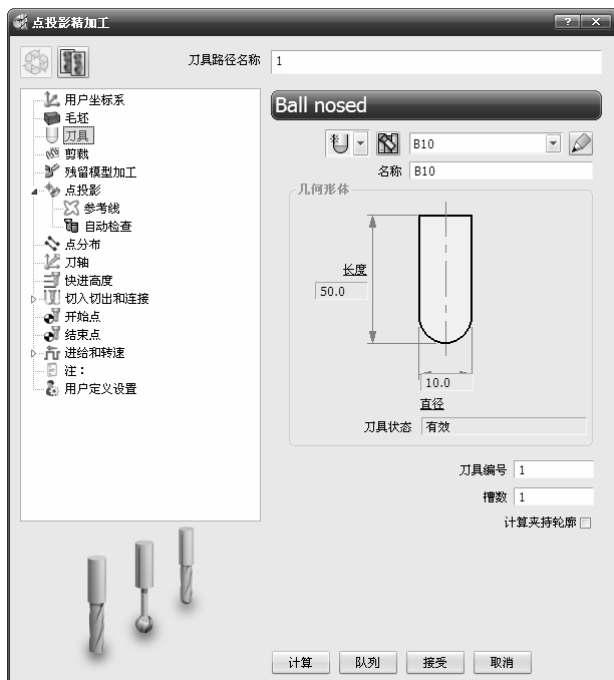

图 2-233 “点投影精加工”对话框
4) 单击主工具栏上的“刀具路径策略”按钮, 弹出“策略选取器”对话框，单击“精加工”选项卡，选中“点投影精加工”选项，单击“接受”按钮，弹出“点投影精加工”对话框，如图 2-233 所示。